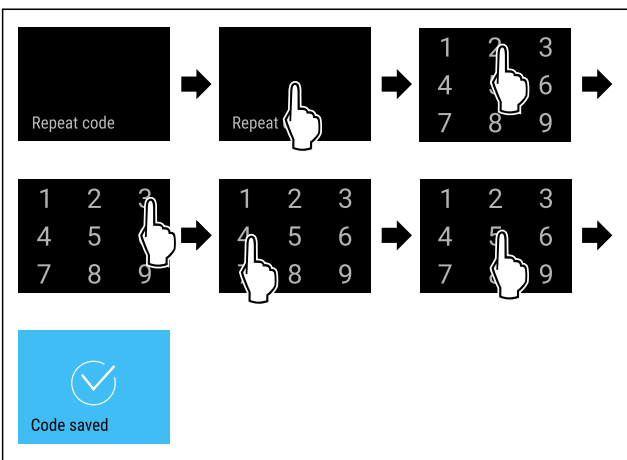

Fig. 96
- ▶ Seguir los pasos de procedimiento (consulte Fig. 96) .